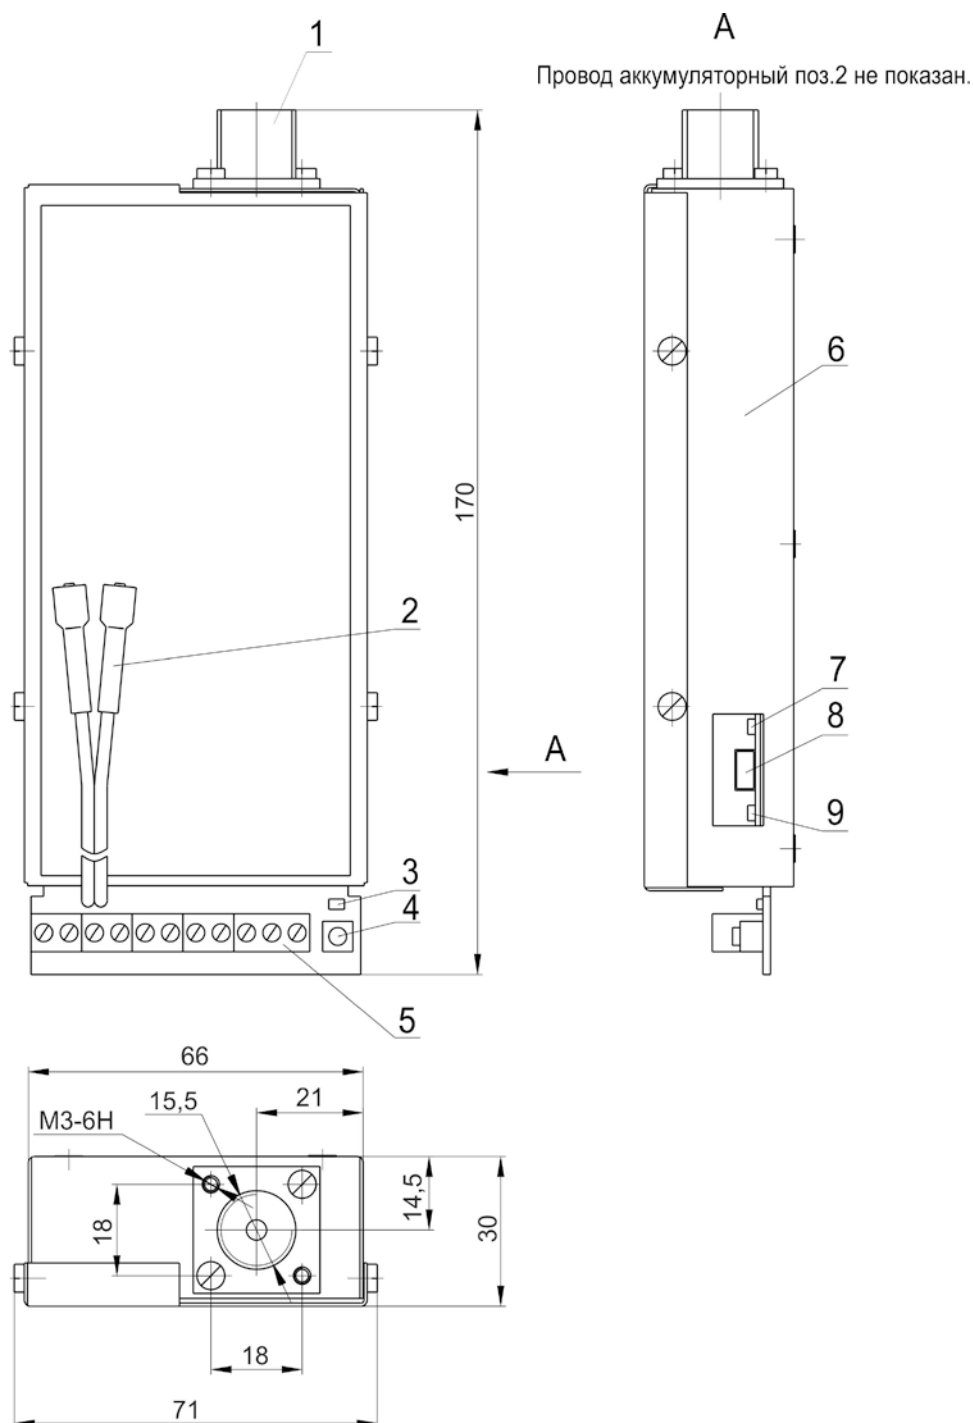

Рисунок 1 – Габаритные размеры УС
1.4.1.1 Конструктивно УС выполнен в металлическом прямоугольном корпусе (см. рисунок 1), который состоит из двух частей - кожуха и крышки, соединенных между собой четырьмя винтами. Крепление УС предусматривается на вертикальной поверхности, антенным разъемом вверх или вбок. Работоспособность УС обеспечивается в любом положении.
- соединить кабелем USB-разъем программирования УС (поз. 8 на рис.1) и USB-разъем компьютера.